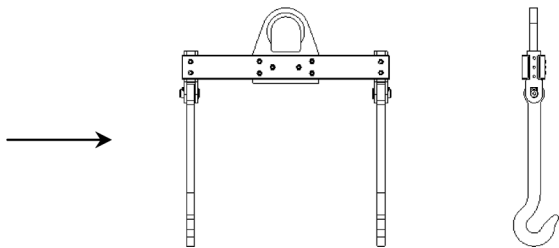

图 7-50 创建自定义比例的模型视图和投影视图
STEP 9 系统打开“模型视图”属性管理器, 在“比例”卷展栏中设置视图比例为 1:35, 然后在图纸绘制区单击, 再右侧拖动单击, 创建标准视图和投影试图, 如图 7-50 所示。